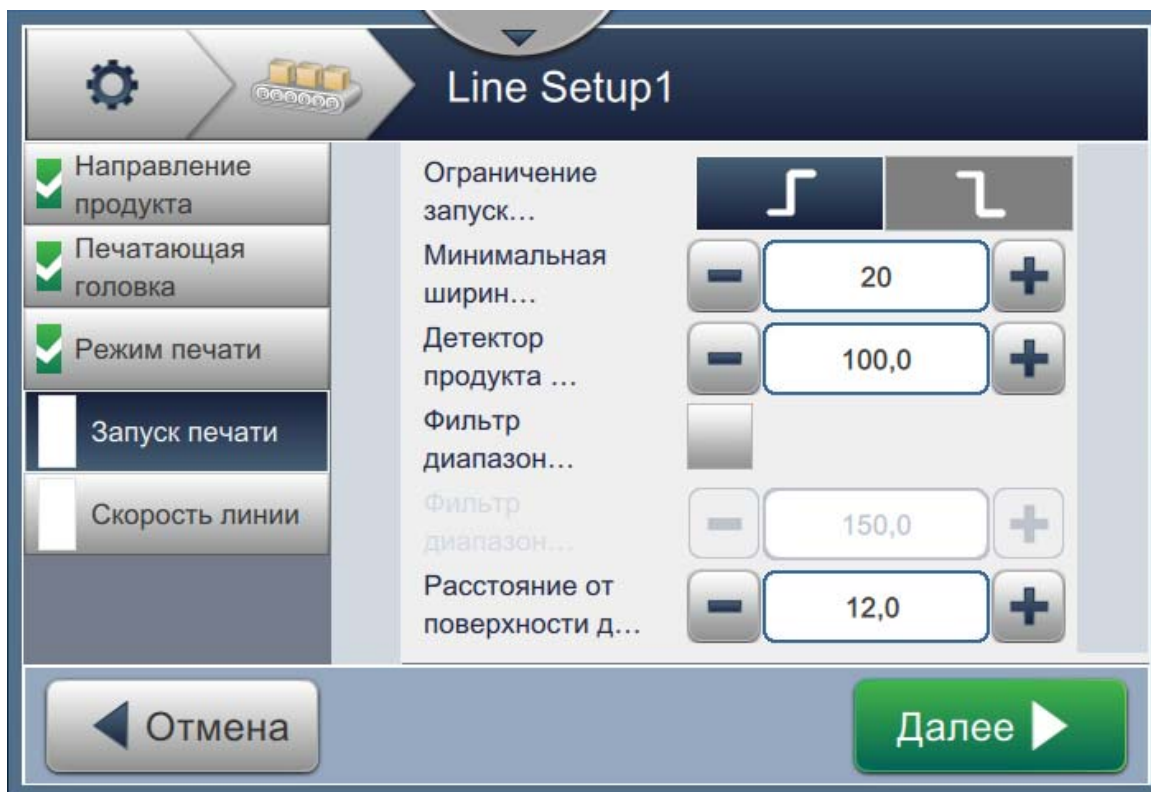

Рис. 6-32. Наладка линии – датчик продукта
1. Нажмите параметр *Датчик продукта* на экране параметров наладки линии, как показано на Рис. 6-32.